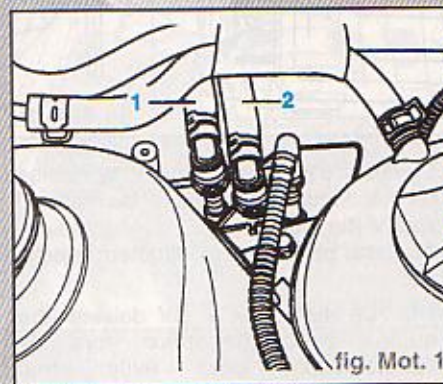

fig. Mot. 1
- Débrancher le flexible d'alimentation (1) (avec repère blanc) et le flexible de retour (2) (avec repère bleu) et, à l'aide d'un chiffon, recueillir le carburant qui s'écoule (fig Mot. 1).